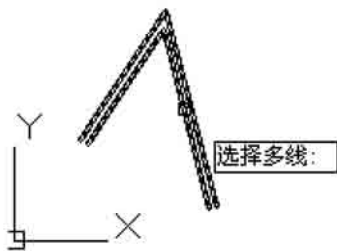
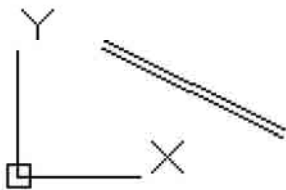

图 5-6
图 5-7
(4) 选择多线中要删除的顶点。绘制的图形如图 5-6 和图 5-7 所示。